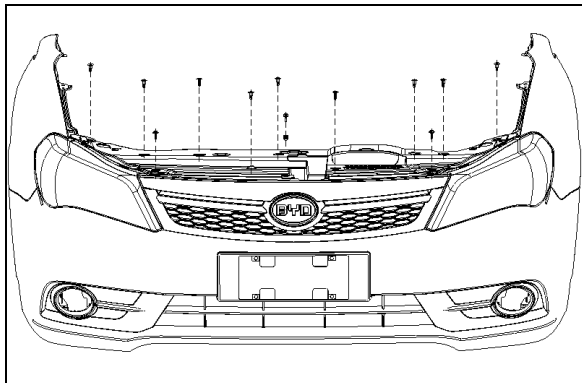

图 1-1-2 格栅上盖板的拆卸
(1) 拆下安装在前格栅与格栅上盖板安装共用的左右 2 个组合螺栓及中部 1 个六角法兰面螺栓和 1 个板簧螺母;
(2) 拆下安装在格栅上盖板与水箱上横梁的 9 个子母扣,拆卸时仅需将子扣压下即可,注意取出时不要掉入前舱内,如上图 1-1-2 所示;
(3) 完成上述操作即可拆下格栅上盖板。